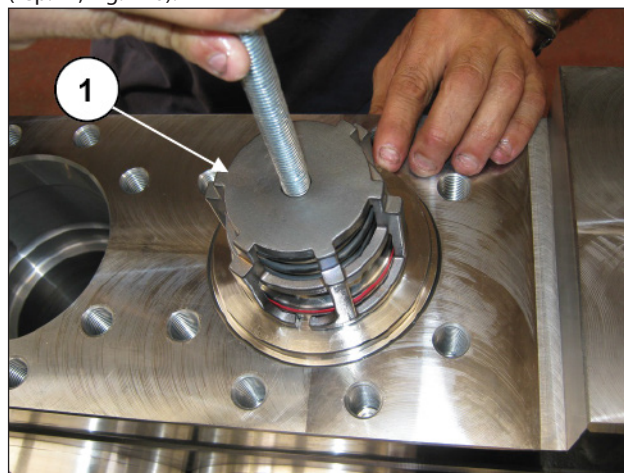

Fig. 170
Extraire le groupe soupape de refoulement en appliquant un extracteur à inertie sur l'orifice M12 du guide de soupape (rep. ①, Fig. 170).